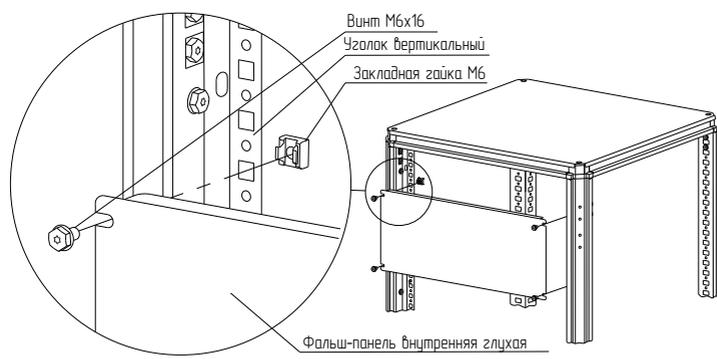

Рисунок 21
- вариант 2. Набором «закладная гайка М6 – винт М6х 16 – шайба 6». Для этого предварительно установить закладные гайки в квадратные отверстия уголка вертикального для фальш-панелей внутренних и закрепить фальш-панель внутреннюю глухую винтами М6х 16 с шайбами 6 (рисунок 21). Момент затяжки – 7 Н·м. Набор крепежа приобрести отдельно.